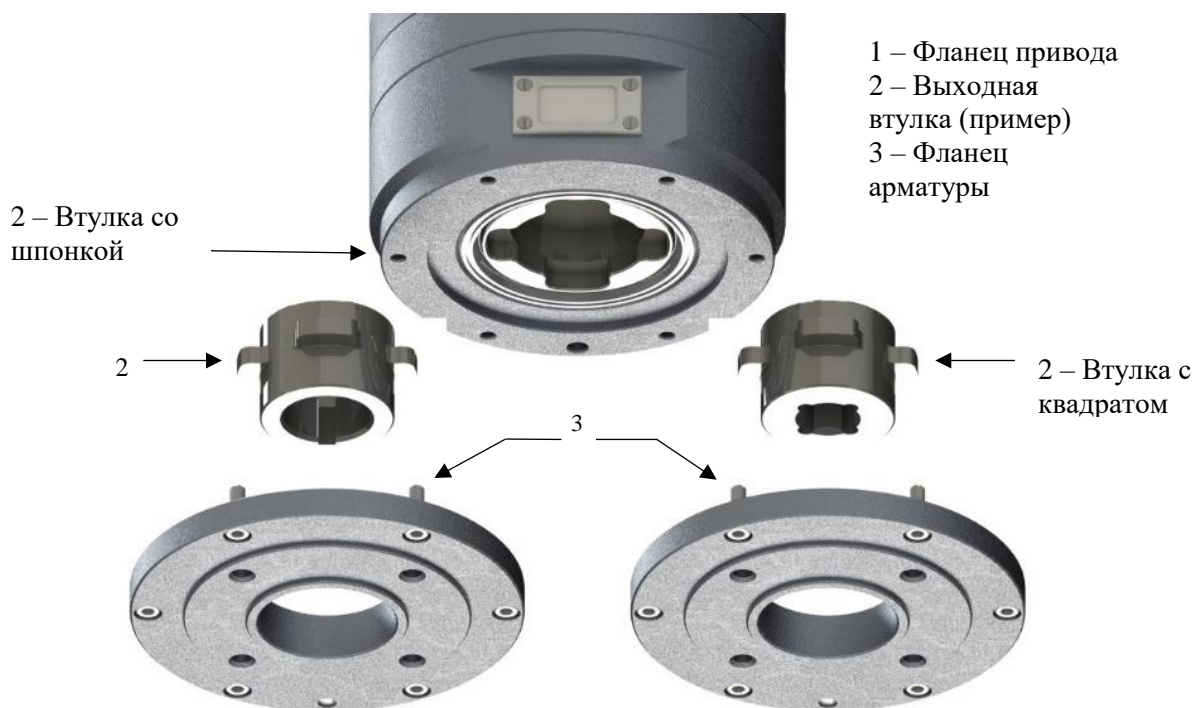

Рисунок 24 – Схема установки РэмТЭК многооборотного и неполнооборотного исполнения
- установить РэмТЭК вертикально на арматуру или переходник так, чтобы совпали элементы вала арматуры или переходника (кулачки, квадрат, шпонка и т.п.) с соответствующими элементами выходного звена привода, при необходимости проворачивая выходное звено привода с помощью ручного дублера (см.рис.24);